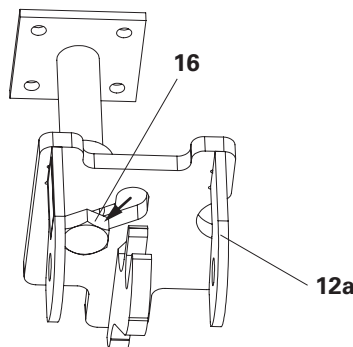

Fig. B1.03a
1. Infilare la vite ISO4014-M24x100-8,8 (16) attraverso la testa di sospensione VGK Flex (12a) sul lato del foro asolato e avvitare solo un poco sulla boccola ancoraggio M24 (13). (Fig. B1.03a)